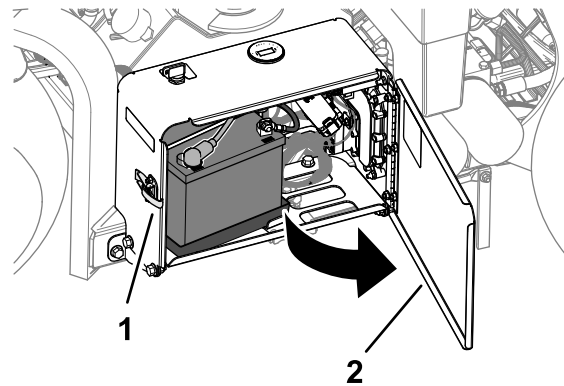

図 169
1. ラッチを外し、バッテリーコンパートメントのドアを開く 図 169。